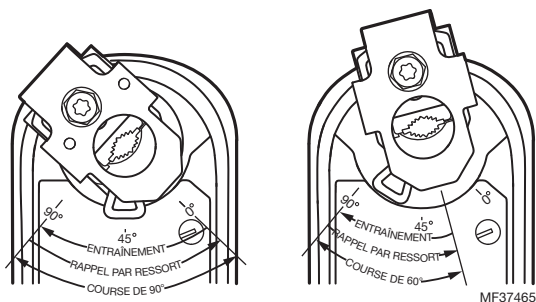

Fig. 6. Réduction de la course.
3. Faites pivoter l'accouplement à la position voulue, en l'alignant selon son étiquette de course. Voir la Fig. 6.
EXEMPLE : Le fait de régler l'accouplement d'arbre à une position de sécurité approximative de 30° (comme indiqué sur le boîtier) limite la course à 60°. (Voir la Fig. 6)